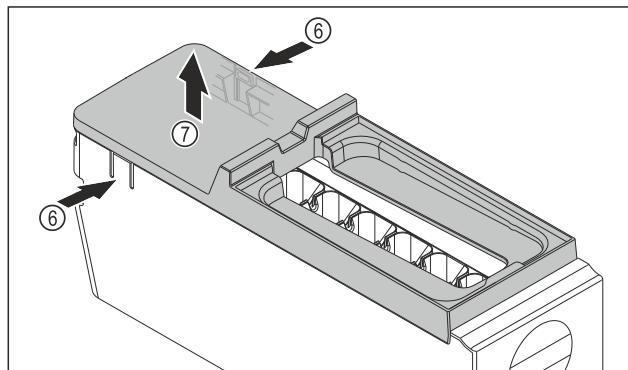

Fig. 97
- Зняти кришку з корпусу EasyTwist-Ice: натиснути однією рукою на накладки Fig. 97 (6) з обох боків корпусу EasyTwist-Ice.
- Зняти кришку Fig. 97 (7), потягнувши її вгору іншою рукою.